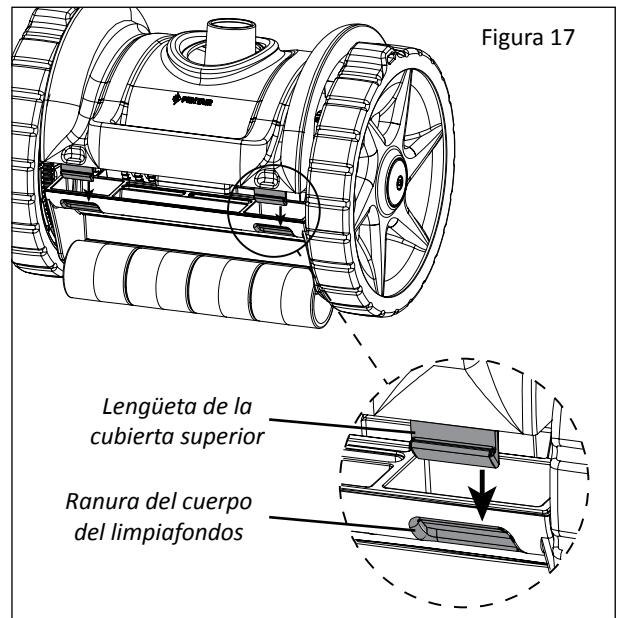

Figura 17
10. Coloque las lengüetas del lado posterior de la cubierta superior en las ranuras del lado posterior del cuerpo del limpiafondos (véase la **Figura 17**). Una vez que estas lengüetas encajen en las ranuras, la parte frontal de la cubierta encajará en su lugar.